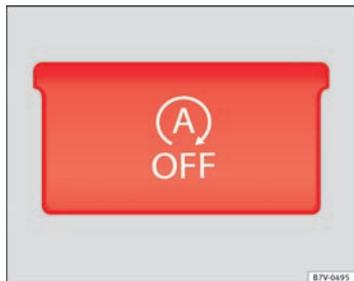

Fig. 140 Detalle de la consola central: tecla para el funcionamiento Start-Stop.
- Pulse la tecla  en la consola central ⇒ fig. 140.